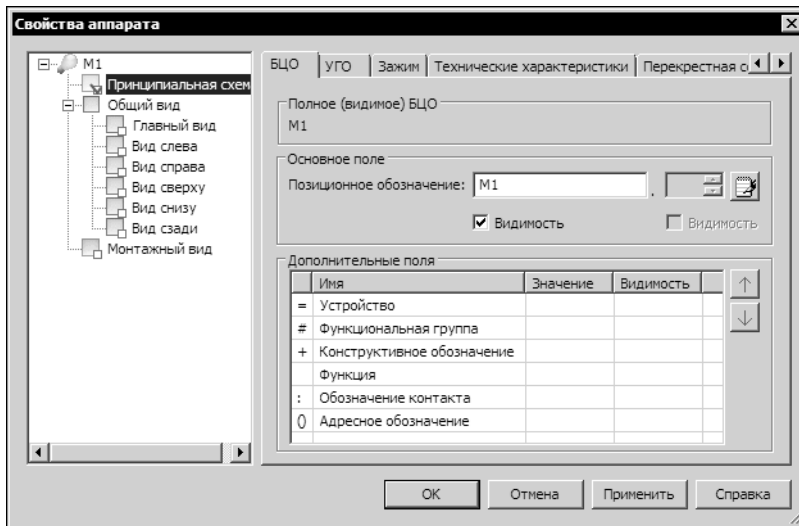

Рис. 21.7. Диалог свойств аппарата на уровне **Принципиальная схема**
4. Сначала необходимо ввести буквенно-цифровое обозначение (БЦО) аппарата. Его ввод осуществляется в диалоге свойств аппарата на уровне **Принципиальная схема** во вкладке **БЦО** (см. рис. 21.7 на с. 335, табл.21.9).
Если в дереве аппарата курсором выделен уровень **Принципиальная схема**, на экране появится диалог свойств отображения аппарата на принципиальной схеме (рис.21.7). Элементы управления диалога представлены в табл. 21.9 на с. 335.